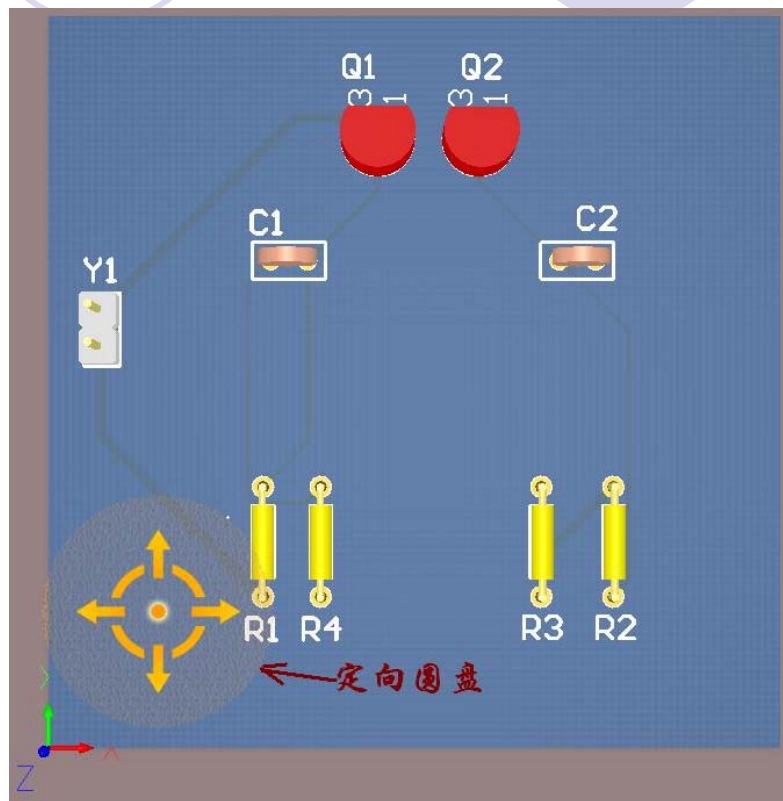

图3-44 PCB板3D实体图
- 1.按快捷键： 3， 显示如图3-44的3D实体PCB图。